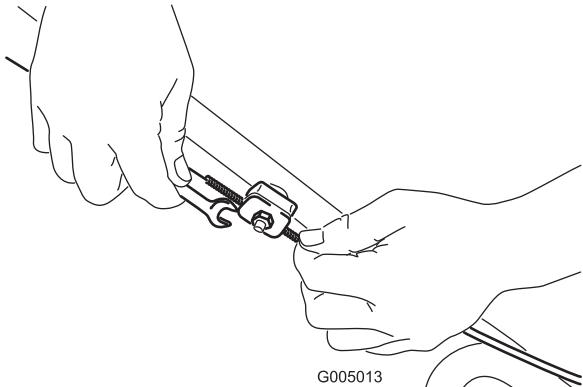

Figure 29
- Desserrez l'écrou du support de guidage du câble (Figure 29).